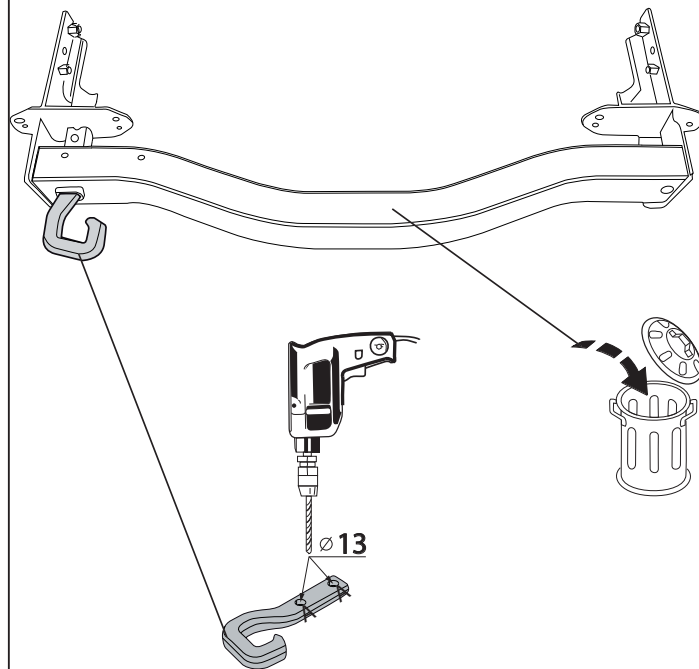

Fig. 3
6. **Внимание, если имеются:** Просверлить отверстия А диаметром $\varnothing 13$ мм насквозь (см. рис. 3).